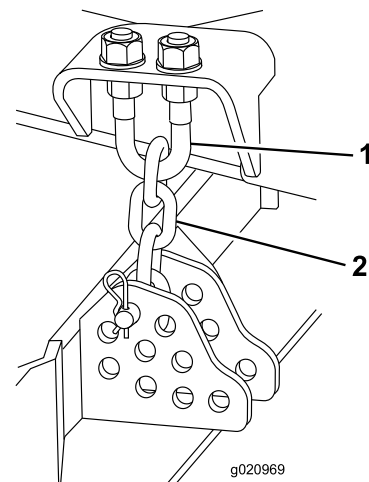

Bild 110
1. Lockern Sie die Klemmmuttern an der Ober- oder Unterseite des U-Bügels an der Schnitthöhenkette (**Bild 110**).